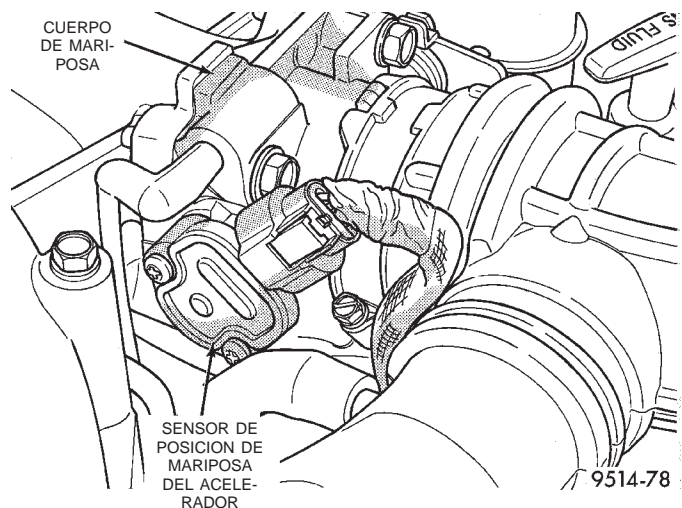
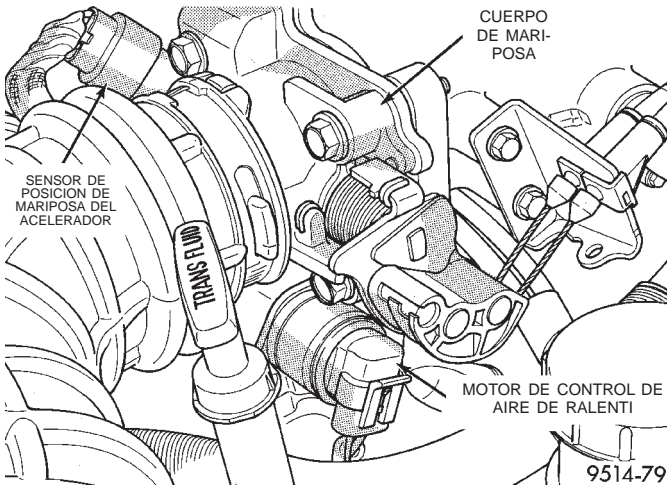

Fig. 32 Sensor de posición de mariposa del acelerador
Fig. 33 Motor de control de aire de ralenti
(5) Afloje la abrazadera de la manguera de entrada de aire de la mariposa del acelerador.
(6) Libere las sujeciones a presión que sujetan la cubierta de la caja del depurador de aire a la caja.
(7) Retire la cubierta del depurador de aire y las mangueras de entrada del motor.
(8) Desenchufe los conectores del TPS y del motor de control de aire de ralentí (Fig. 32) y (Fig. 33).